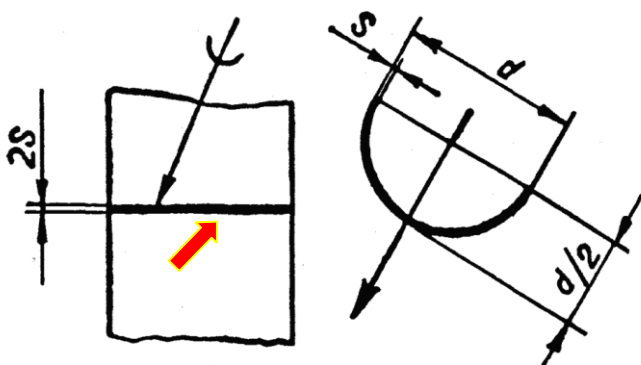

Рис.1
**Паяний шов** - місце з'єднання деталей - зображають на виглядах і розрізах суцільною лінією завтовшки  $2s$  (у два рази товщою від суцільної товстої основної лінії). **Рис.1.**
- Для позначення паяного шва застосовують умовний знак у вигляді півкола, який наносять суцільною товстою основною лінією на лінії-виносці, яка вказує місце шва. Лінія-виноска закінчується стрілкою, якщо зображається безпосередньо шов. **Рис.1, 2а, 3, 4.**